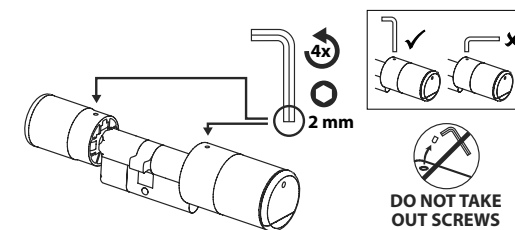

Fig. 2
- ② Les boutons intérieur et extérieur sont dévissés et fixés avec un goujon fileté intégré dans le bouton tournant. Retirez les deux goujons filetés des deux boutons à l'aide de la clé à six pans fournie (Fig. 2).